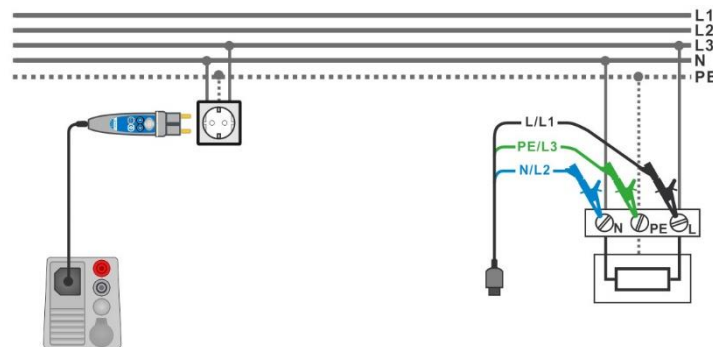

Abbildung 7.101: Anschluss des Commander-Prüfsteckers und des 3-adrigen Prüfleiters
- › Schließen Sie den 3-adrigen Prüfleiter oder den Commander-Prüfstecker am Prüfobjekt an, siehe **Abbildung 7.101**.